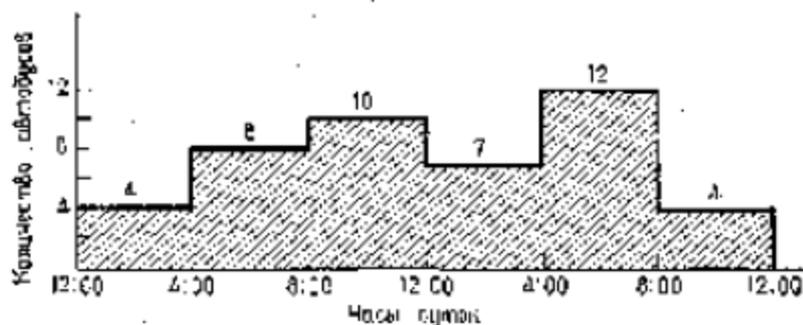

Рис.2.
**1.3. (Сменно-суточное планирование работы автобусного парка.)** Исследуются возможности более рациональной организации работы городского автобусного парка с целью снижения интенсивности внутригородского движения. На начальном этапе исследования было определено минимальное количество автобусов, которым можно удовлетворить существующую потребность в пассажирских перевозках. Сбор и обработка необходимой информации позволили сделать вывод, что минимальное количество автобусов, которым можно удовлетворить потребности в перевозках, существенно меняется в течение суток. При дальнейшем анализе было обнаружено, что требуемое количество автобусов можно считать величиной постоянной в пределах каждого из следующих; друг за другом четырехчасовых интервалов (рис.2). В результате проведенного исследования было решено, что с учетом необходимых затрат времени на текущий ремонт и обслуживание непрерывное использование автобусов на линии должно продолжаться только по 8 ч в сутки.